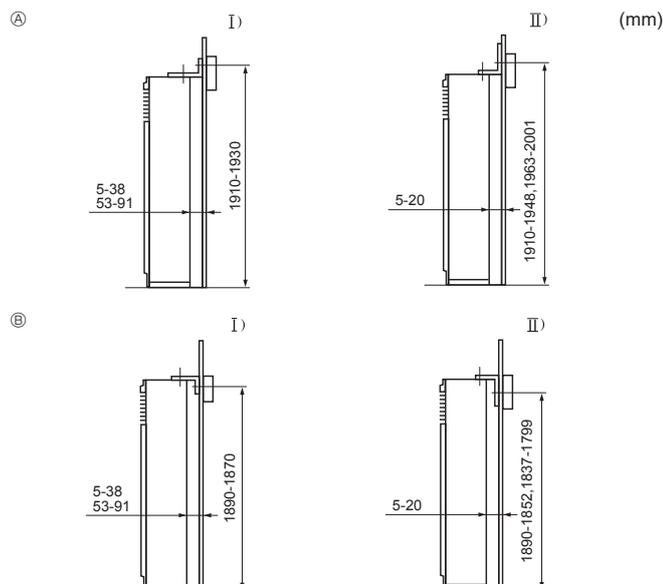

Fig. 3-3
① Staffa di protezione contro il ribaltamento
La staffa di protezione contro il ribaltamento ① è montata sulla superficie superiore dell'unità. Rimuovere le viti di maschiatura ② e installare poi di nuovo la staffa, come indicato nell'illustrazione. Per le distanze di installazione corrette, vedere la Fig. 3-3.
- E Rimuovere le vite ② e poi tirare la griglia in avanti per toglierla.
3.3. Montaggio della staffa di protezione contro il ribaltamento (Fig. 3-3)